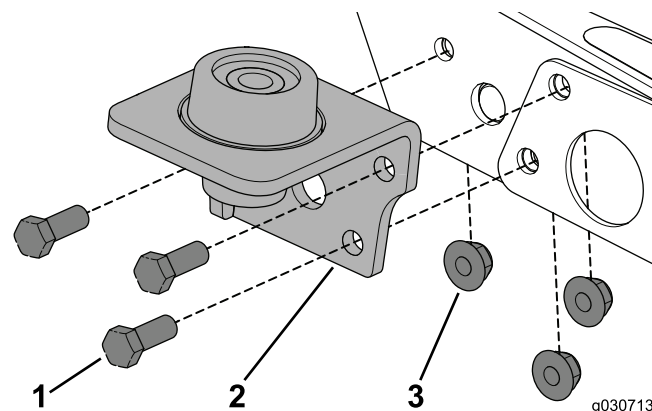

Bild 17
1. Nehmen Sie die vorhandenen Schrauben ab und verwenden Sie die drei Schrauben (3/8" x 1") und Bundmuttern, um die Befestigung an der Maschine anzubringen (Bild 17).